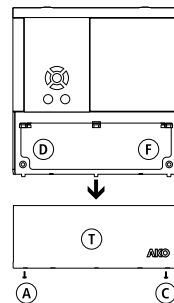
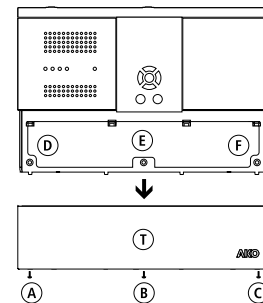

FIG.1a
FIG.1b
- Togliere lo sportello T dall'apparecchio (fig. 1a o fig. 1b).
- Inserire ed avvitare le viti D, E ed F (fig. 1a o fig. 1b).
- Dopo aver collegato i cavi, seguendo lo schema elettrico, chiudere lo sportello T e poi inserire ed avvitare le viti A, B e C (fig. 1a o fig. 1b).